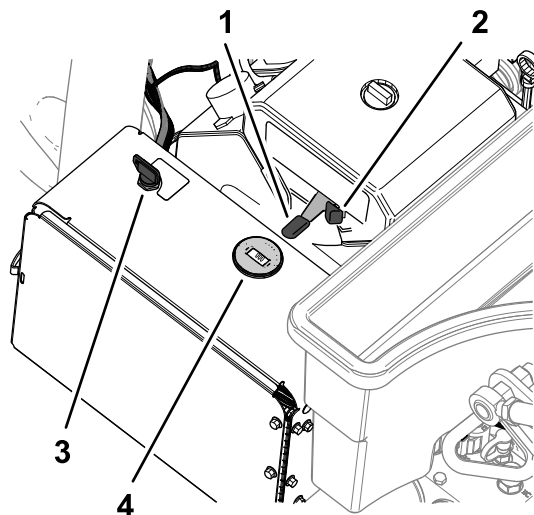

図 78
2. スロットルレバー **図 78** を低速位置に動かす。